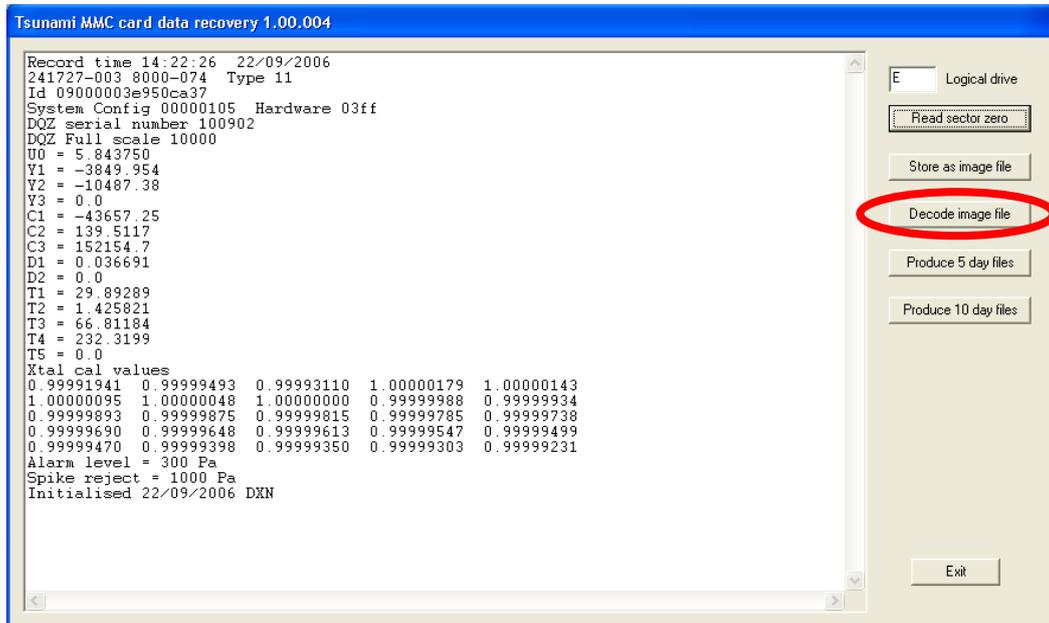

Figura 6 - MmcDataRecover.exe con el archivo de imagen Decode resaltado
| Figura 6 - MmcDataRecover.exe con el archivo de imagen Decode resaltado | 8 |
5. Clic **< Decodificar archivo de imagen >** (Figura 6).